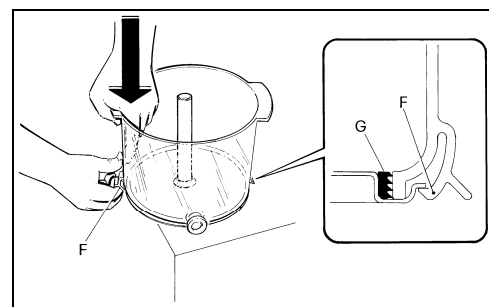

Fig. 12
- In fase di montaggio posizionare la guarnizione G come mostrato in fig 12.
- Al fine di facilitare il montaggio, cospargere di vaselina o altro lubrificante idoneo la sede del contenitore (A) a contatto con la guarnizione (G) (fig. 12).
- Tirare verso l'esterno la leva (F) e spingendo verso il basso (fig 12) inserire la vasca nella sua sede.